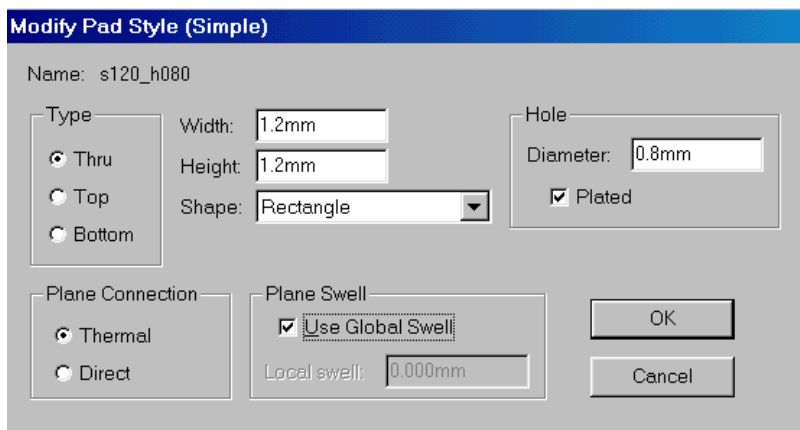

Рис. 7-17. Задание параметров простого стека
3) На панели **Modify Pad Style (Simple)** (рис. 7-17) в окне со списком *Shape* (форма) выберите прямоугольную форму контактной площадки – **Rectangle**. Формы контактных площадок, возможные для простых стеков перечислены в табл. 7-6.